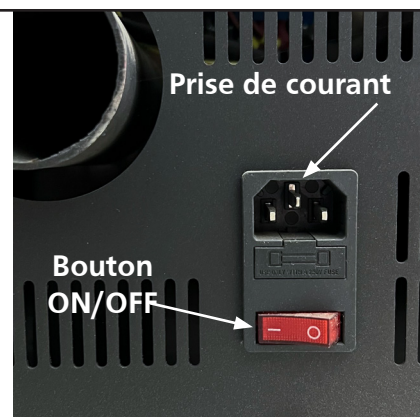

Figure 17 Prise de courant/Bouton ON/OFF
1. Branchez le cordon d'alimentation dans la prise située à l'arrière du poêle et appuyez sur l'interrupteur à bascule rouge MARCHE/ARRÊT situé au-dessus sur MARCHE. Voir Figure 17.